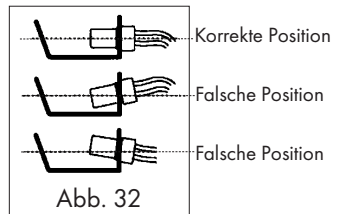

Abb. 32
- Setzen Sie die photozelle wieder ein. Für die korrekte Position der Fotozelle, siehe Abb. 32